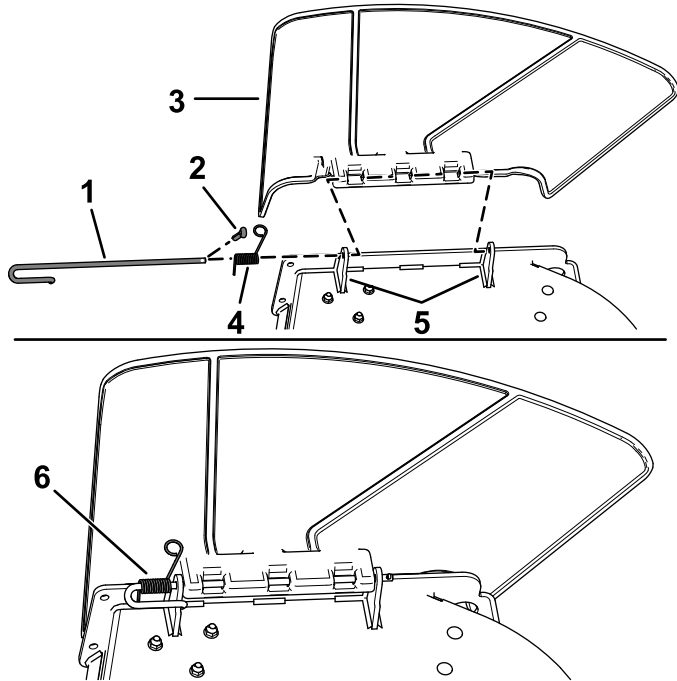

Figura 6
1. Desenganche el muelle de la muesca del soporte del deflector y retire la chaveta (modelos CE solamente), deslice hacia fuera la varilla de los soportes soldados de carcasa, el muelle y el deflector de descarga (Figura 6).
2. Retire el deflector (Figura 6).